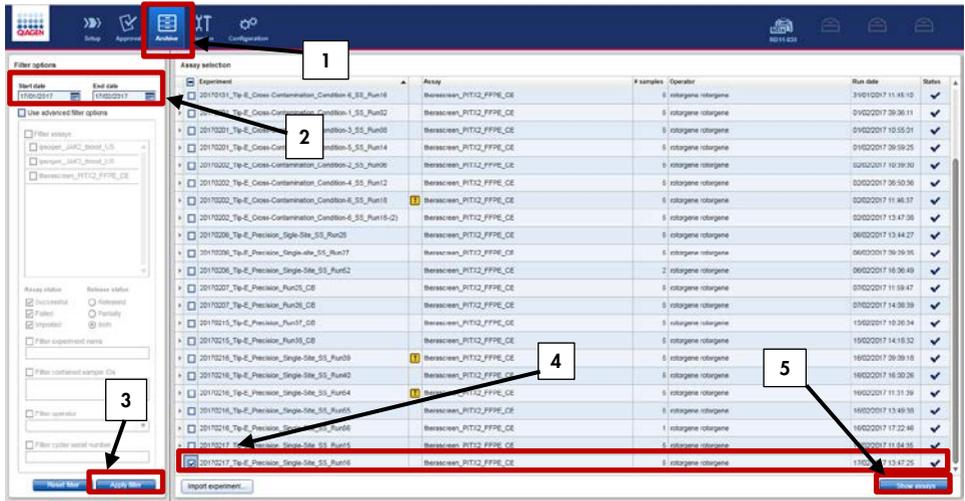

Abbildung 14. Export der Laufdaten.
6. Gehen Sie zur Registerkarte „Archive“, um die REX-Datei zu exportieren. Prüfen Sie, ob „Start date“ (Datum Start) und „End date“ (Datum Ende) korrekt sind und klicken Sie auf „Apply filter“ (Filter anwenden). Wählen Sie die zu exportierende Analyse und klicken Sie auf „Show assays“ (Assays anzeigen) (Abbildung 14).